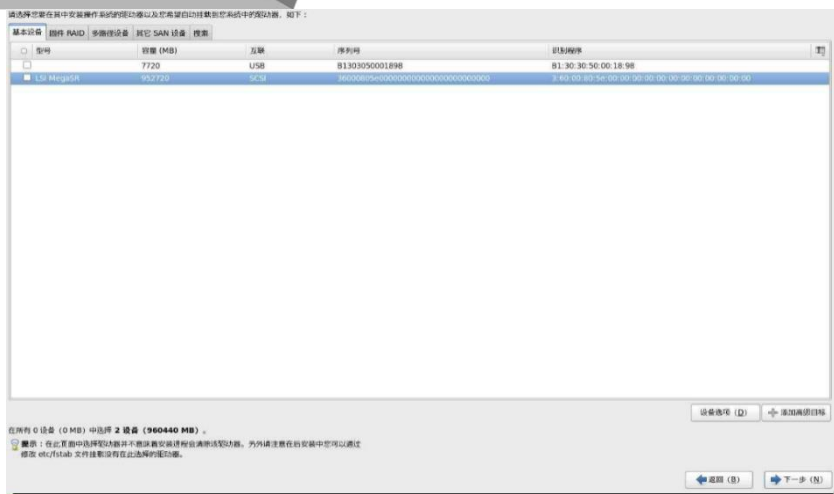

图 6-52
m. 点击创建，弹出生成存储界面，可以创建分区、软 raid、卷组 LVM、等。如图 6-52 所示。